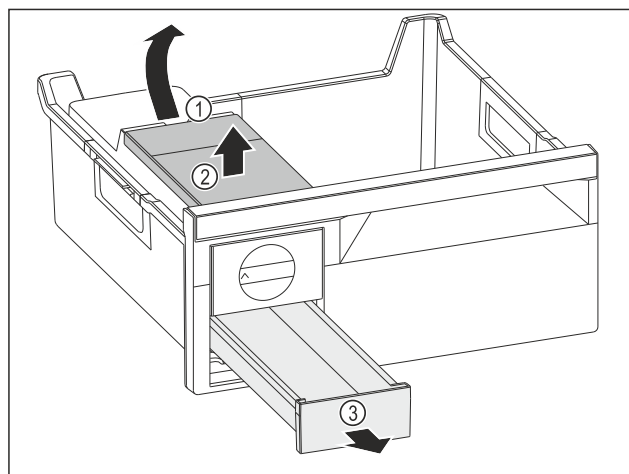

Fig. 81
- ▶ Odstranjevanje rezervoarja za vodo: Dvignite rezervoar za vodo za izrez Fig. 81 (1).
- ▶ Rezervoar za vodo Fig. 81 (2) dvignite in odstranite.
- ▶ Predal za ledene kocke Fig. 81 (3) povlecite naprej in odstranite.